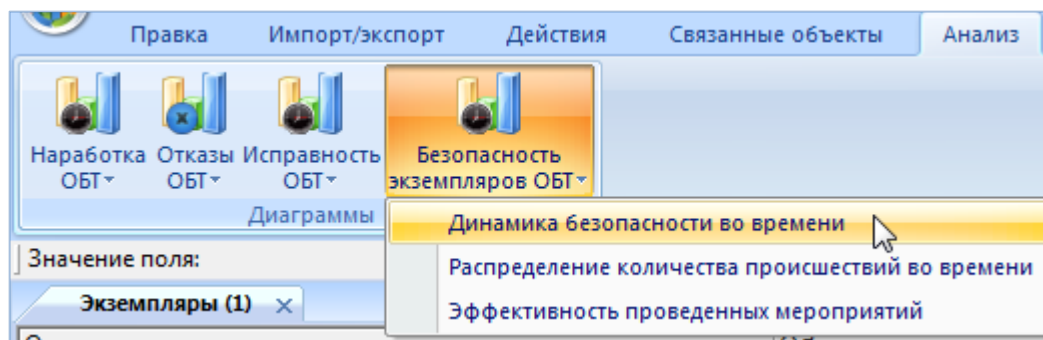

Рис. 31-12 – Выбор диаграммы по безопасности экземпляров
- 3) Нажать кнопку «Безопасность экземпляров ФИ» панели «Диаграммы» на вкладке «Анализ» и выбрать пункт «Динамика безопасности во времени» (рис. 31-12).